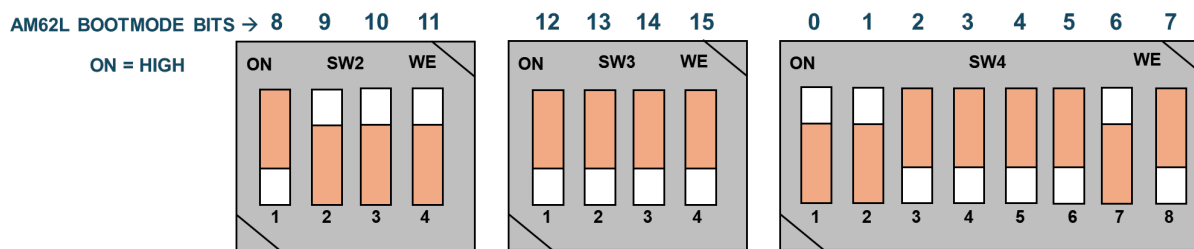

图 2-10. 完整引脚数引导模式示例 (SD 卡引导)
1. 将 EVM 引导开关选择器 (SW4、SW3 和 SW2) 置于所选的引导模式。图 2-10 显示了 SD 卡的完整引脚数引导模式示例。